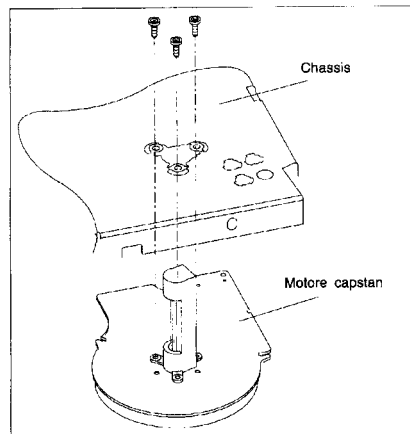

Fig. M19
- Togliere le tre viti di fissaggio (vedere la fig. M19) ed estrarre il motore verso il basso.